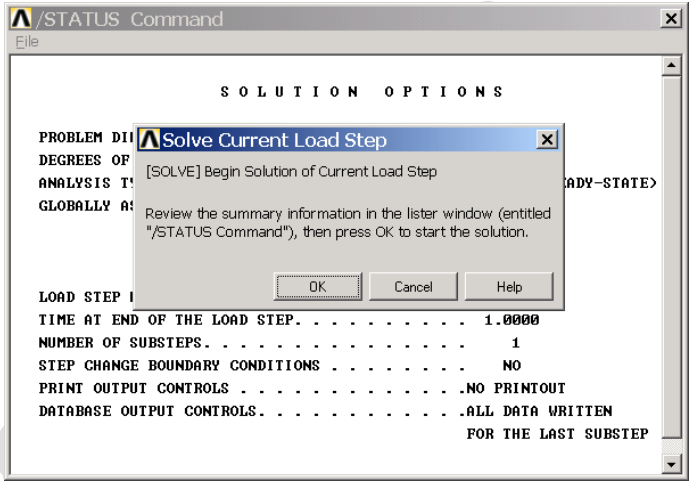

图9.21 求解确认对话框
(22) 下面进行求解，单击 **Main Menu>Solution>Solve>Current LS** 菜单，弹出如图 9.21 所示的对话框。单击【OK】按钮，即开始求解。求解结果后，会弹出提示对话框。